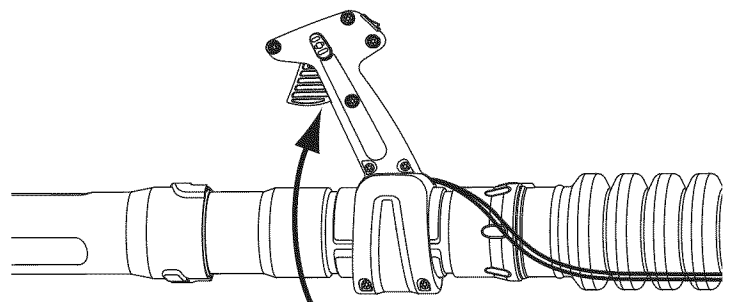

Fig. 9
3. Alinee el mango de control del regulador con la ranura más cercana a la posición cómoda y gire el mango de control del regulador en el sentido de las agujas del reloj hacia la posición vertical (Fig. 9).